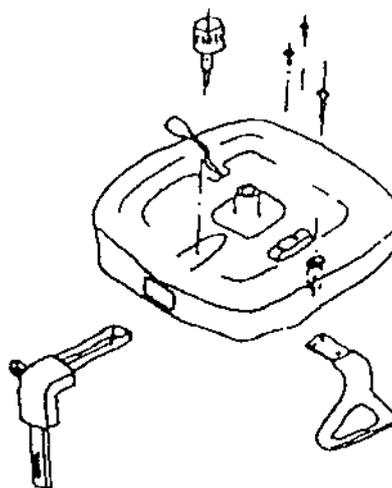

Рис. 12. Установка
Подлокотники (5,11) закрепляются к сидению (8) с помощью винтов (14,4), а кронштейн спинки (10) нижним винтом регулировки (12) (рис.12.).